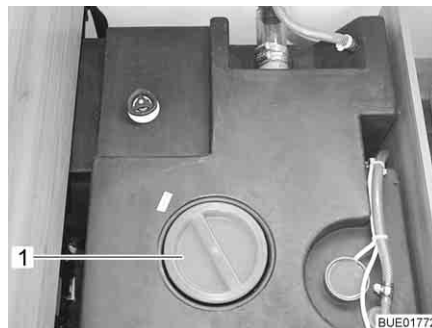

Fig. 231 Depósito de agua con tirador giratorio
- Retirar la tapa de cierre (Fig. 231,1) del depósito de agua.